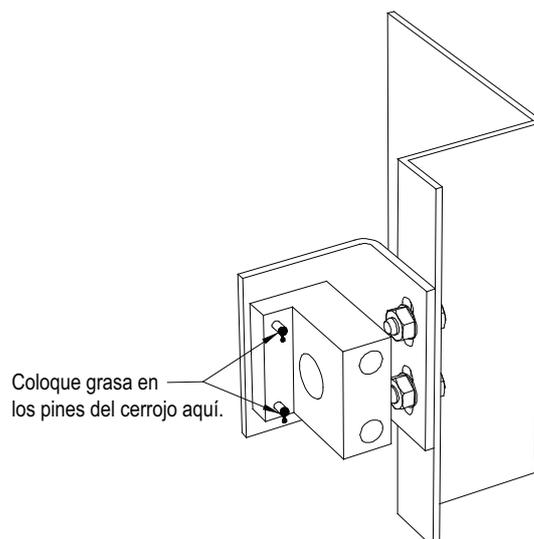

Figura 251 – Pieza de encaje de cerradura montada en el gabinete
3. Abra las puertas del gabinete e inspeccione el ensamblaje de la llave. Coloque grasa de gran visibilidad en los pines de la pieza de encaje de la cerradura. La fábrica recomienda usar sellador de laca amarilla Torque Seal; sin embargo, si éste no está disponible, puede usar cualquier tipo de grasa. (Vea la Figura 251)